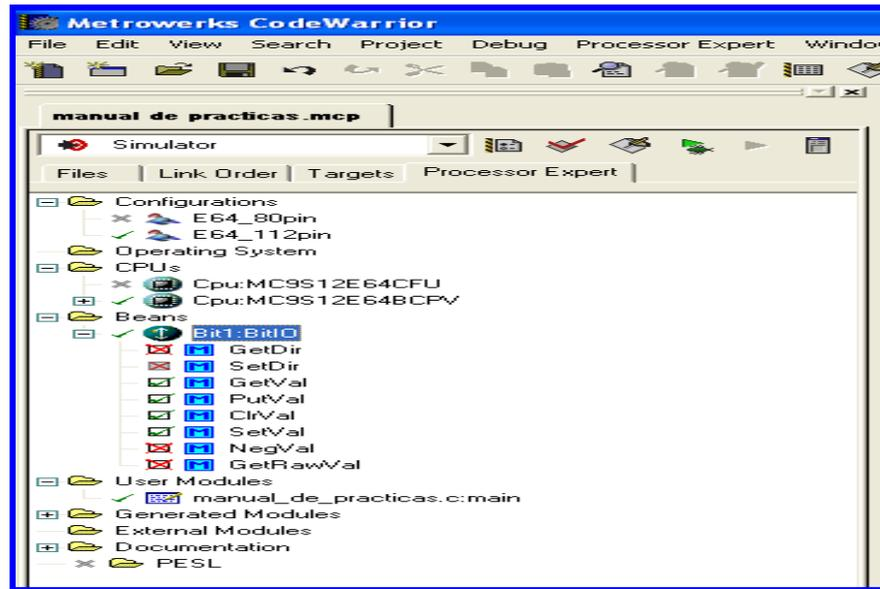

Figura 4.14 Funciones del Bean Bit.
18.- Hacer doble clic en *Processor Expert-Beans*, al realizar esta operación nos desplegará los dispositivos cargados (Bean), y al abrir cada dispositivo nos aparecerá las funciones que pueden utilizar. En la Figura 4.14 muestra las funciones del bean de un bit.